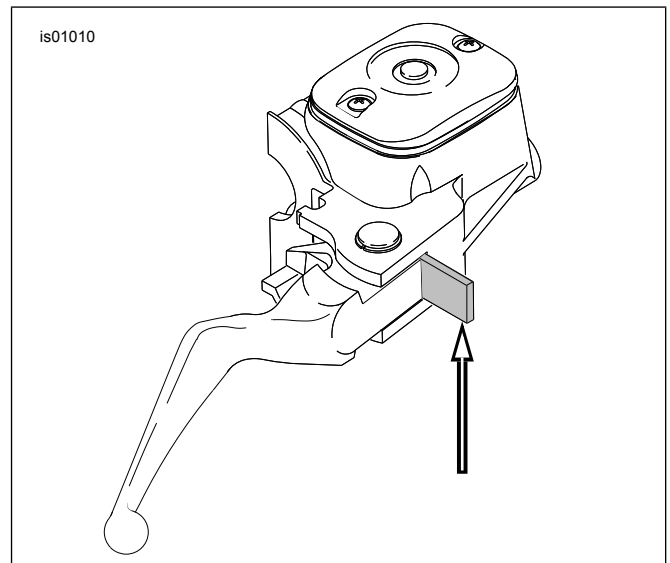

Abbildung 7. 5/32 in 4-mm-Kartoneinsatz
- Siehe Abbildung 7. Einen 4-mm-Kartoneinsatz (5/32 Zoll) zwischen Bremshebel und Hebelhalterung einsetzen.